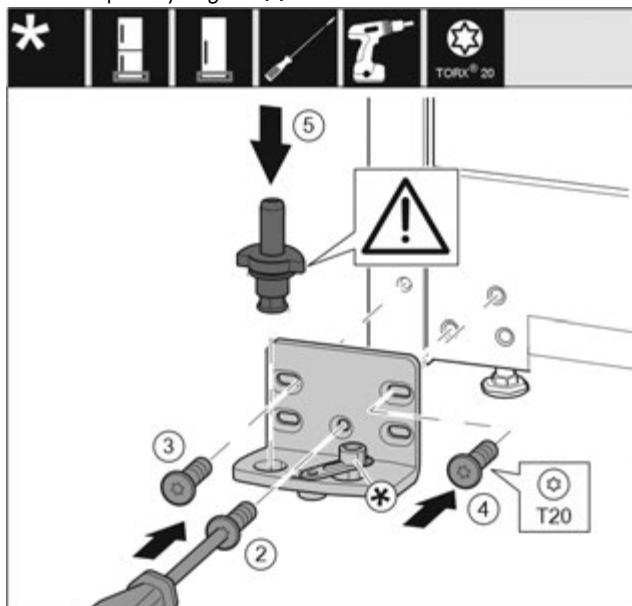

Fig. 15
- Встановіть опорний кронштейн з іншого боку і закріпіть гвинтами за допомогою викрутки T20. Почніть із гвинта 2 знизу посередині. Fig. 15 (2)
- Закрутіть гвинти 3 та 4. Fig. 15 (3,4)
- Вставте цілком опорний гвинт. При цьому виступ фікса-тора повинен бути спрямований назад. Fig. 15 (5)